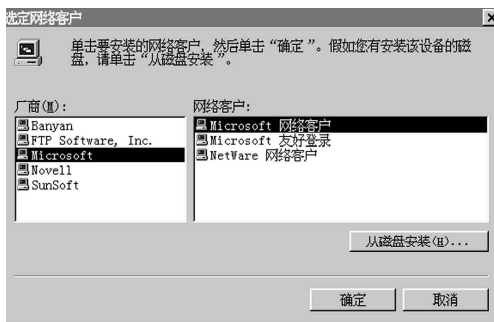

图 2
客户”和“Microsoft网络的文件和打印机共享”。方法是①按“添加”按钮,如图1;双击“客户”,厂商选“Microsoft”,网络客户选“Microsoft网络客户”,如图2;②按“添加”按钮,双击“服务”,选“Microsoft网络的文件和打印机共享”,如图3。对用TCP/IP协议的,在